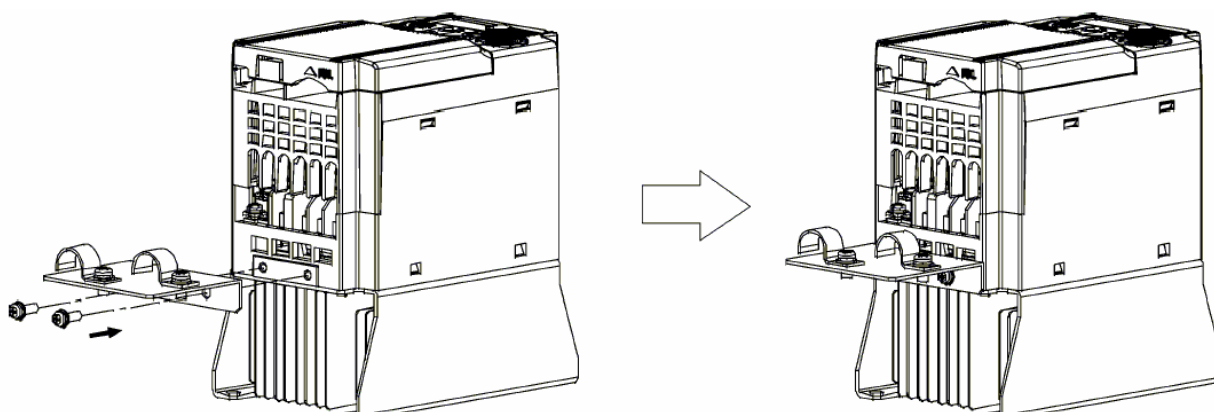

Рис.11.1. Крепление заземляющего фланца ЭМС фильтра.
(1) Прикрепите винтами заземляющий фланец (поставляется с ПЧ) к ПЧ, чтобы затем заземлить через него экраны проводов (рис. 11.1).